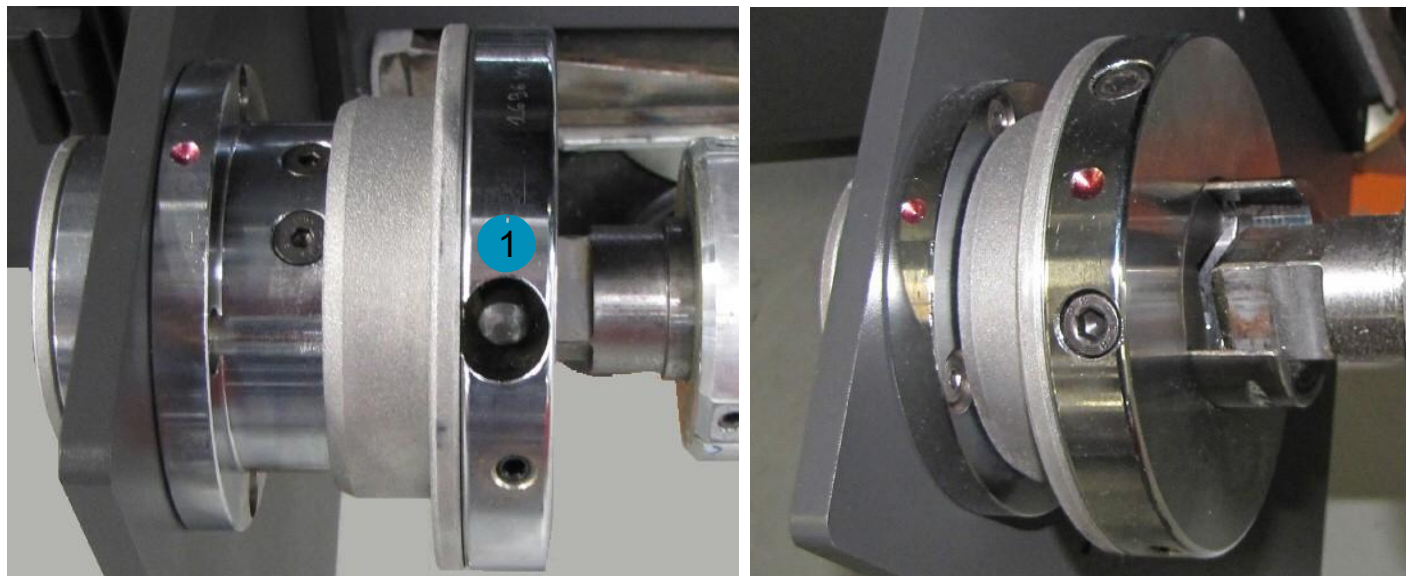

Рисунок 6-7: Закрытый фиксатор вала (слева) и открытый (справа)
1. Поворачивайте вал до тех пор пока красные точки не сойдутся вместе на одну линию, Рисунок 6-7: Справа.
2. Нажмите на кнопку (1) сзади внизу чтобы освободить защелку, Рисунок 6-7: Слева. Если кнопка не нажимается значит, вал повернут в неправильную позицию.